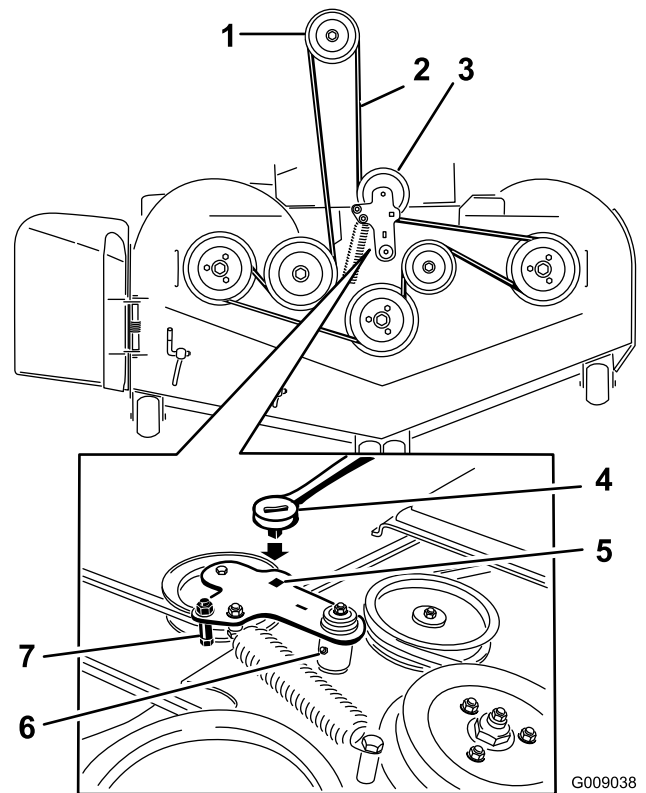

Figura 86
12. Instale la guía de la correa en el brazo tensor según se muestra en Figura 86.
13. Utilizando la llave de carraca en el taladro cuadrado, instale el muelle tensor (Figura 86).